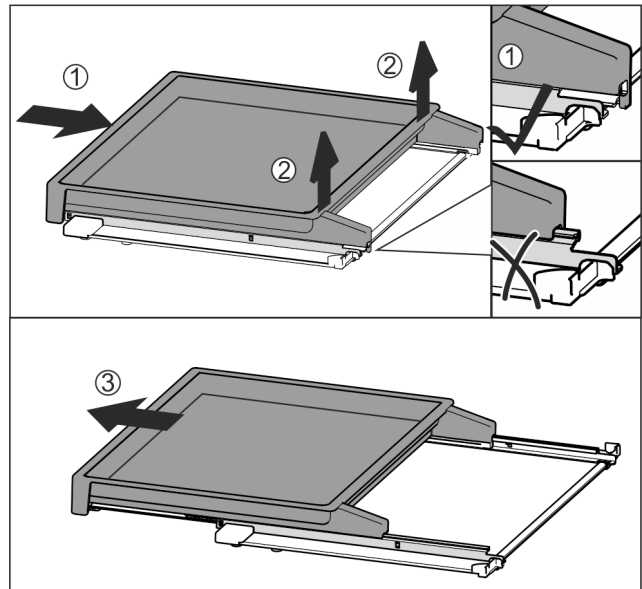

Fig. 115
- ▶ Auszugsbord vollständig einschieben Fig. 115 (1).
- ▶ Verrastung an hinterer Seite lösen Fig. 115 (2).
- ▶ Auszugsbord nach vorne herausnehmen Fig. 115 (3).